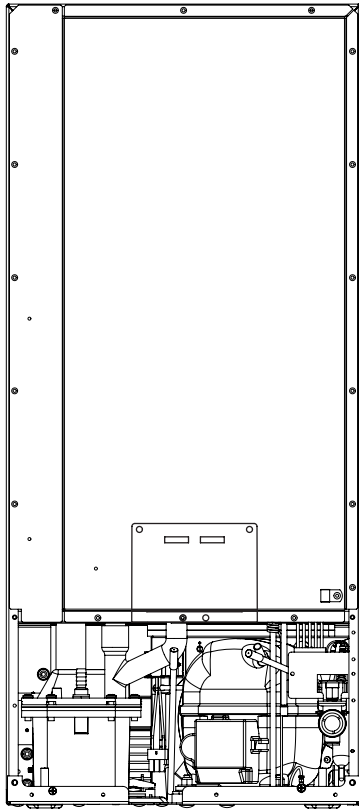
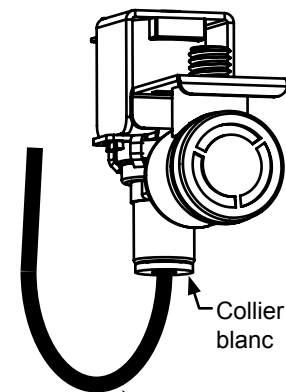

Figure 41
Figure 41a
7. Débranchez la conduite de sortie de la vanne d'eau vers le réservoir, et drainez l'eau résiduelle de la zone de piège de la conduite d'eau (Voyez les Figure 41 et Figure 41a).
8. Reconnectez la conduite d'eau de sortie de vanne d'eau (Voyez les Figure 41 et Figure 41a).